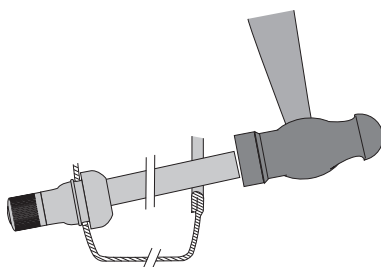

Figure 6 – Robinet en place
9. Frapper fortement l'extrémité du goujon avec un marteau pour enfoncer la valve en position. S'assurer que l'épaule de la valve repose contre la tête du réservoir (le rebord autour du corps de la valve doit être complètement enfoncé dans le trou de la tête du réservoir – voir la Figure 6).